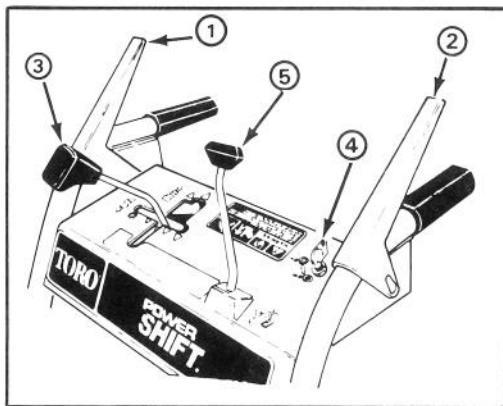

Abbildung 9
Räumwerk-Kupplungshebel (Abb. 9)—Dieser Hebel hat zwei Stellungen: EIN und AUS. Zum Einschalten des Räumwerks und Gebläses den Hebel zum linken Griffholm drücken. Um den Antrieb zu stoppen, den Hebel loslassen.
Antriebshebel (Abb. 9)—Dieser Schalter hat vier Gänge nach vorwärts und zwei nach rückwärts; er steuert auch den Power Shift-Betrieb der Räder.
Räumwerk-Sperre: (Abb. 9)—Wenn sowohl der Räumwerk-Kupplungshebel als auch der Antriebshebel gedrückt werden, sperrt der Antriebshebel den Räumwerk-Kupplungshebel nach unten. Durch Freigabe des Antriebshebels wird der Räumwerk-Kupplungshebel freigegeben..
Auswurfkontrolle (Abb. 9)—Auswurfkontrolle im Uhrzeigersinn rotieren, um den Auswurf nach rechts zu bewegen, und gegen den Uhrzeigersinn, um den Auswurf nach links zu bewegen.
Auswurfkontrolle (Abb. 9) — Auswurfkontrolle im Uhrzeigersinn rotieren, um den Auswurf nach rechts zu bewegen, und gegen den Uhrzeigersinn, um den Auswurf nach links zu bewegen.
Zündschloß (Abb. 9)—Das Zündschloß hat zwei Stellungen: EIN und AUS. Den Zündschlüssel
1. Den Geschwindigkeitshebel auf N—neutral—stellen sowie die Drossel auf SCHNELL (Abb. 9).
4. Den Zündschlüssel auf EIN drehen (Abb. 9).
1. Räumwerkupplungshebel und Antriebshebel lösen (Abb. 9).